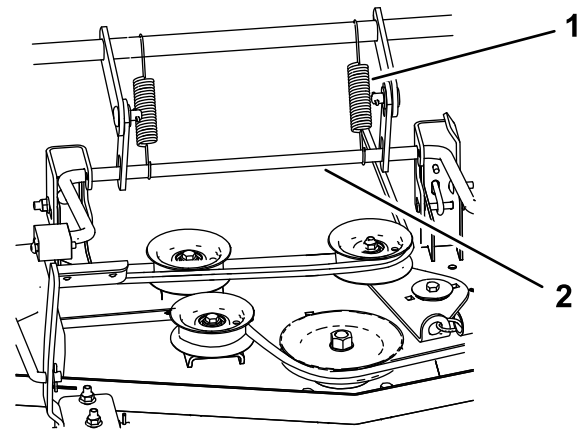

Figura 73
6. Para carcasas de 152 cm (60"), instale los 2 muelles de elevación de la carcasa (Figura 73).